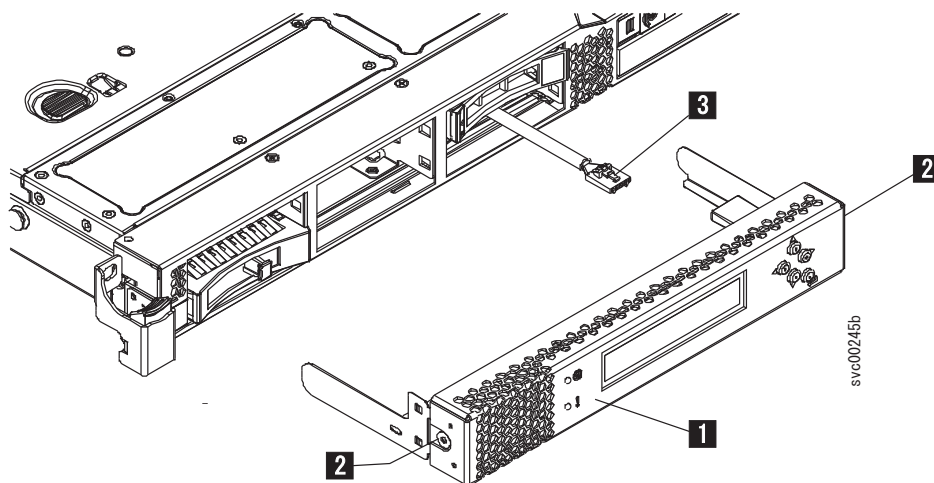

図 75. SAN ボリューム・コントローラー 2145-CG8 または 2145-CF8 サービス・コントローラー
9. サービス・コントローラー FRU を取り替える場合は、サービス・コントローラーから USB ケーブル (図 75 の **3**) を切り離します。